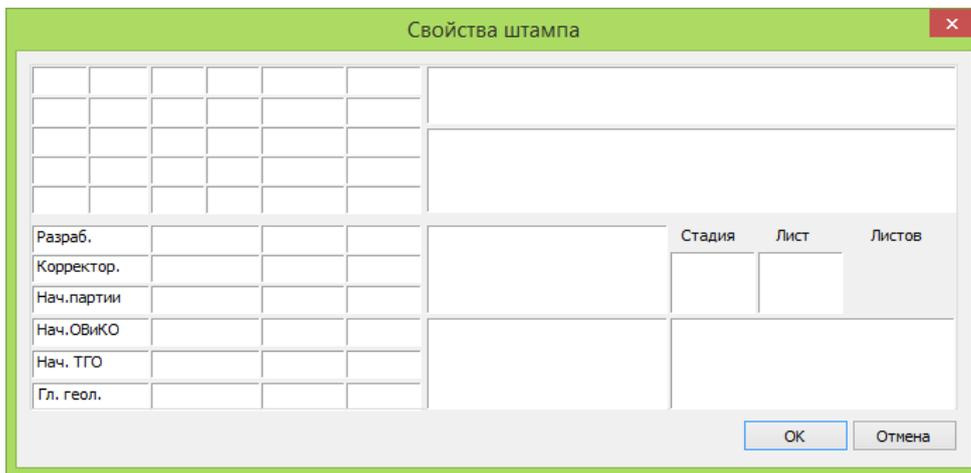

Рис. 5. Заполнение штампа.
2. В диалоговом окне *Свойства штампа* (см. Рис. 5) заполнить поля штампа и нажать ОК.